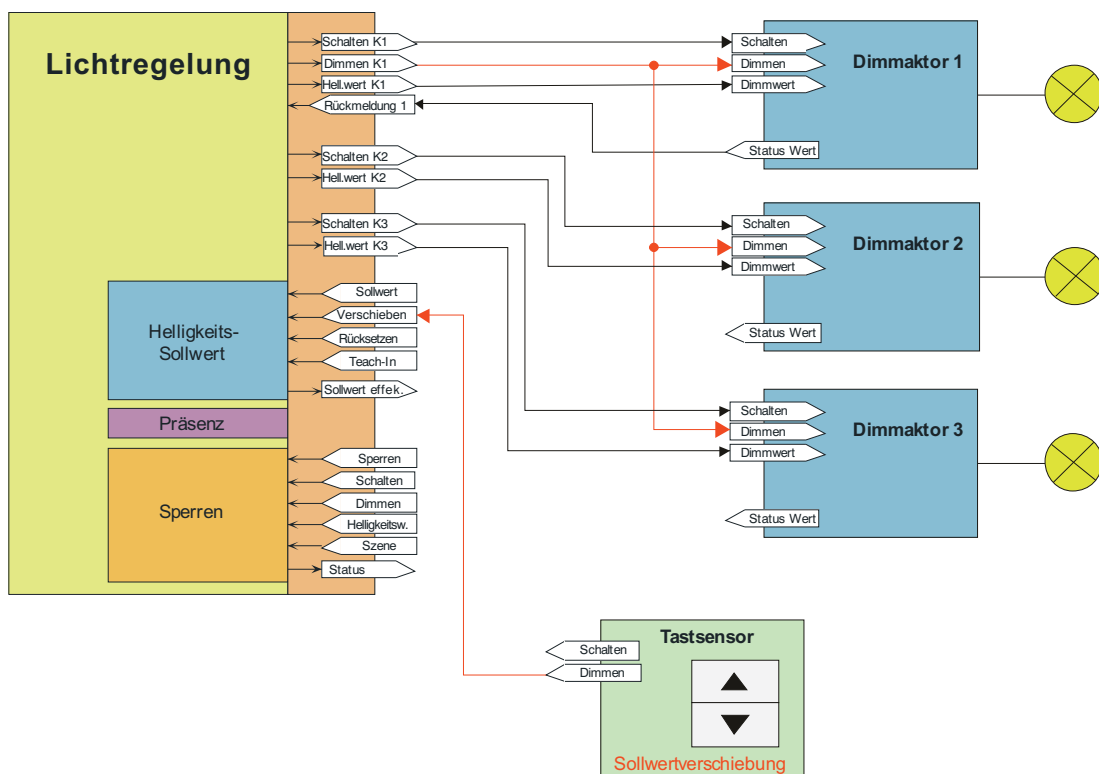

Bild 49: Applikationsbeispiel zur Sollwertverschiebung mit 3 Beleuchtungskanälen
- i** Wenn bei der Lichtregelung auch die Beleuchtungskanäle 2 oder 3 in Verwendung sind (Bild 49), müssen die 4 Bit Dimmobjekte der über diese Kanäle angesteuerten Dimmaktoren mit dem Objekt "Ausgang Kanal 1 Dimmen" der Lichtregelung verbunden werden (gleiche Gruppenadresse wie Dimmaktor im Kanal 1).